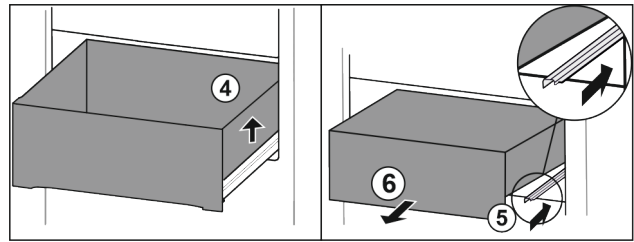

Fig. 114
- ▶ Повдигнете чекмеджето отляво. Fig. 114 (4)
- ▶ Вкарайте дясната релса. Fig. 114 (5)
- ▶ Извадете чекмеджето напред. Fig. 114 (6)